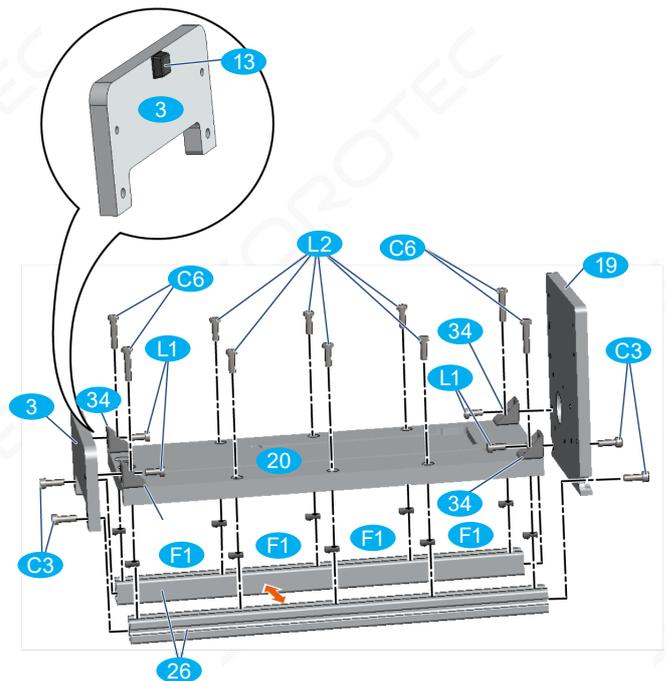

Bild 38: Montage der Baugruppe Z-Achse
- Klebefläche an Anschlagplatte Z 3 entfetten (s. Lupe in Bild 38) und Anschlagpuffer 13 aufkleben.
- Profile 26 auf die Hammermuttern schieben; dabei ist zu beachten, dass die geschlossenen Seiten der Profile innen zueinander zeigen (roter Doppelpfeil in Bild 38).